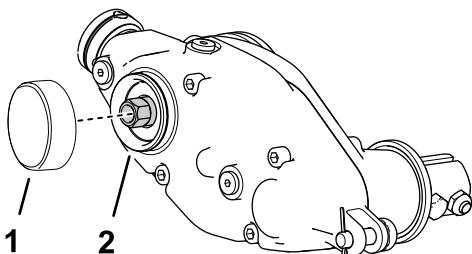

图15
1. 在卡环槽周围和外直径表面涂抹中等强度的圆柱固持胶如 Green Loctite 609® 图15。
2. 如图15所示安装盖子。